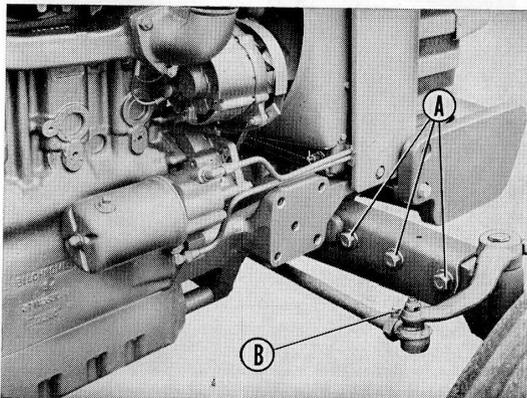

Fig. 79
- 2° Déposer les trois vis A et écrous fixant chaque bras extensible de l'essieu ainsi que les vis pointeaux B sur les barres d'accouplement télescopiques (fig. 79).